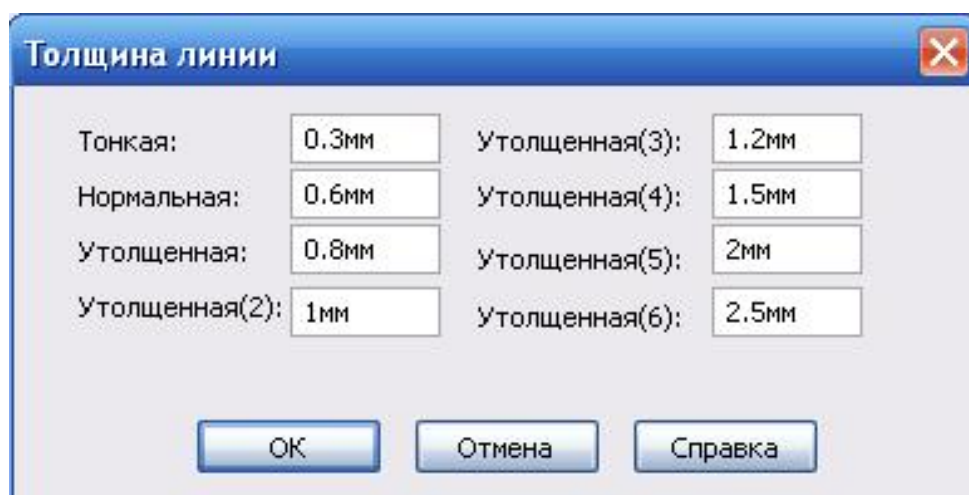

Рис. 31
5. В появившемся окне **Толщина линии** назначьте для различных типов линий чертежа толщины в соответствии с рис. 31: тонкая - 0.3 мм, нормальная - 0.6 мм, утолщённая - 0,8 мм. Эта команда присваивает каждому типу линии своё значение толщины. Настройка толщин выполняется однократно и распространяется на все чертежи данного пользователя.